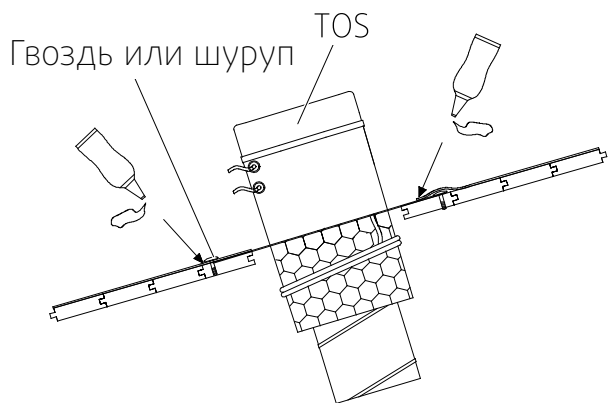

Рис. 8
2. Накрывающую пластину короба следует разместить под покрывающим материалом вдоль направляющих балок перекрытий в верхней части, и в нахлест на материал в нижней части, рисунок 8.